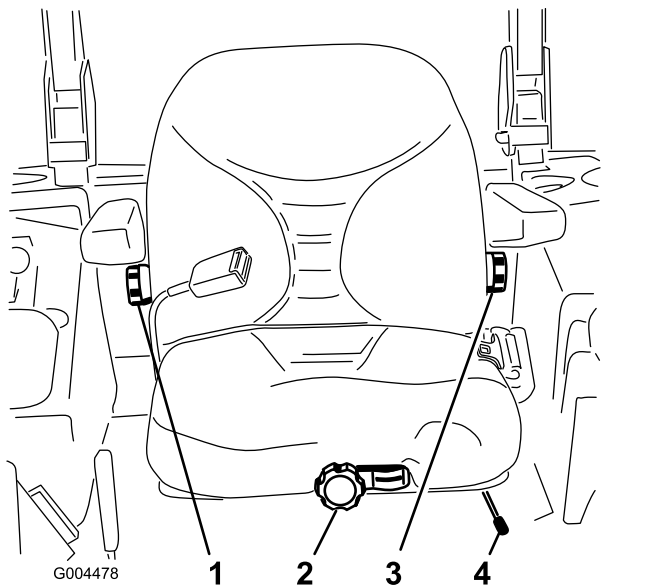

Figura 13
1. Para ajustar o banco, empurre a alavanca para o lado para desbloqueá-lo (Figura 13).
Sem estar sentado no banco, rode o botão da frente numa das direções para proporcionar o máximo conforto (Figura 13).
Para ajustar as costas do banco, rode o botão, localizado sob o apoio do lado direito, numa das direções para proporcionar o máximo conforto (Figura 13).
Para ajustar as costas do banco, rode o botão, sob o apoio do lado esquerdo, numa das direções para proporcionar o máximo conforto (Figura 13).